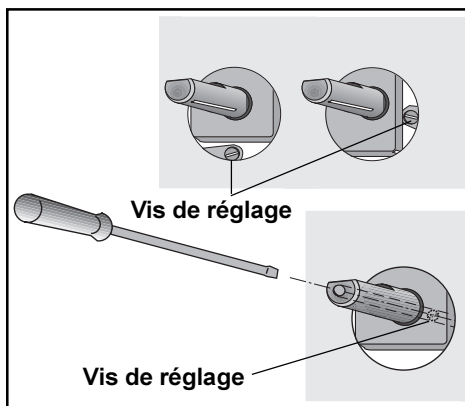

Fig. 3
**Alimentation en gaz naturel:** Agissez sur la vis de réglage (Fig. 3) jusqu'à l'obtention d'une petite flamme régulière.
**Alimentation en gaz Butane ou Propane:** Vissez à fond la vis (Fig. 3), celle-ci étant déjà prévue pour assurer le débit minimum. Contrôlez en tournant la manette de la position de débit minimum et vice versa, que la flamme ne s'éteint pas.